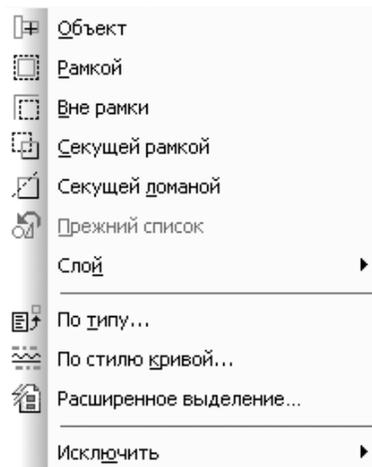

Рис. 2.15. Выпадающее меню пункта главного меню **Выделить** в режиме работы с эскизом
**Пункт главного меню Выделить** в режиме работы с эскизом или нажатие комбинации клавиш **Alt+ы** вызывает выпадающее меню, представленное на рис. 2.15.